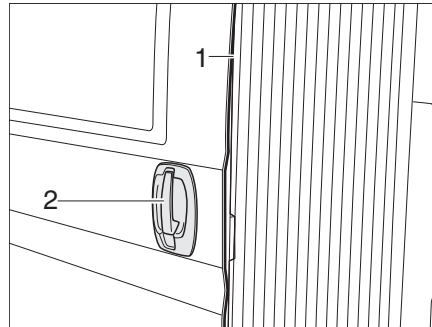

Figure 16 Porte coulissante, électrique - poignée de porte extérieure
- ▷ Afin d'éviter des contusions à la porte coulissante électrique, l'arête de fermeture comporte un bord palpeur (Figure 16,1). En cas de contact, le mouvement de la porte coulissante est immédiatement arrêté.
- Tirer sur la poignée de la porte (Figure 16,2). La porte coulissante électrique s'ouvre jusqu'à la butée.
- Tirer sur la poignée de la porte (Figure 16,2). La porte coulissante électrique se ferme et rentre dans la serrure de porte.